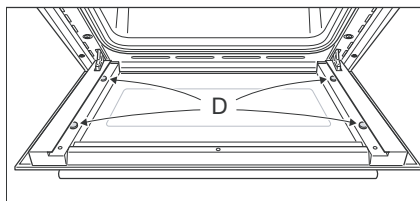

Fig. 49a
- Vérifiez que les quatre patins en caoutchouc sont en place (« D » sur la Fig. 49a).